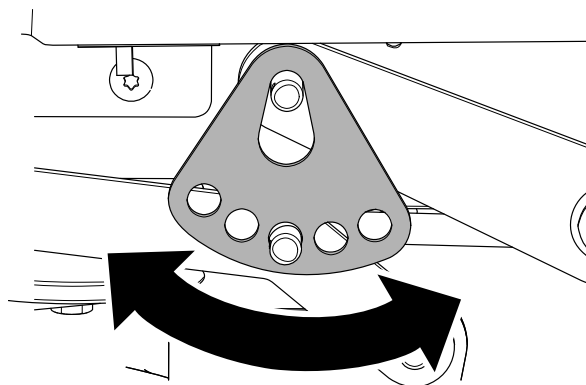

Figure 74
7. Tournez la plaque de hauteur de coupe à un trou différent pour que le poids du plateau de coupe soit soutenu après l'installation de la plaque (Figure 74).
8. Remettez en place la rondelle et la goupille fendue (Figure 74).